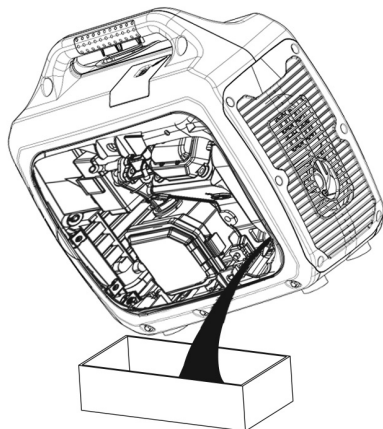

Рис. 13. Замена масла в двигателе
6. Подставьте ёмкость для масла под маслозаливную горловину, вместе с помощником наклоните генератор в сторону маслозаливной горловины и слейте отработанное масло в подготовленную для этого емкость через маслозаливную горловину (Рис. 13).